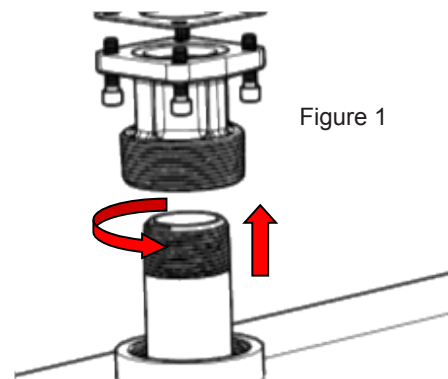

Figure 1
1. Visser le tuyau de 1-1/4 po dans l'adaptateur de citerne. Assurer l'étanchéité aux liquides du filetage à l'aide d'une pâte d'étanchéité adaptée (Figure 1).
La soupape de dérivation se trouve à l'intérieur du corps de pompe. On y accède par les ouvertures d'admission et de refoulement. Elle est constituée de trois pièces principales (Figure 1) :